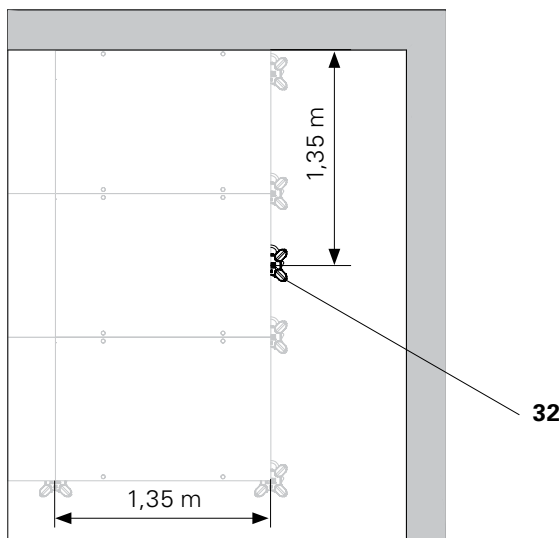

Fig. D3.01
1. Armare l'area di solaio più ampia possibile con pannelli DP (10), v. capitolo D2. (Fig. D3.01).
2. Chiudere le superfici rimanenti con pannelli standard o con pannelli di larghezza ridotta (10). I pannelli devono essere montati trasversalmente. Ridurre al minimo le superfici di compensazione.
3. Fissare il montante di supporto 18 DFS (16) al lato lungo del pannello con 2 connettori DUO (21). Il montante di supporto 18 DFS (16) è dotato di denti che si innestano nei fori per connettore del pannello. I denti devono essere rivolti nella direzione opposta al calcestruzzo.
1. Inserire in obliquo il puntello con la testa d'appoggio DFH (32) che fuoriesce dal bordo del pannello, quindi metterlo a piombo spingendolo verso l'esterno. Distanza 1,35 m. (Fig. D3.01)